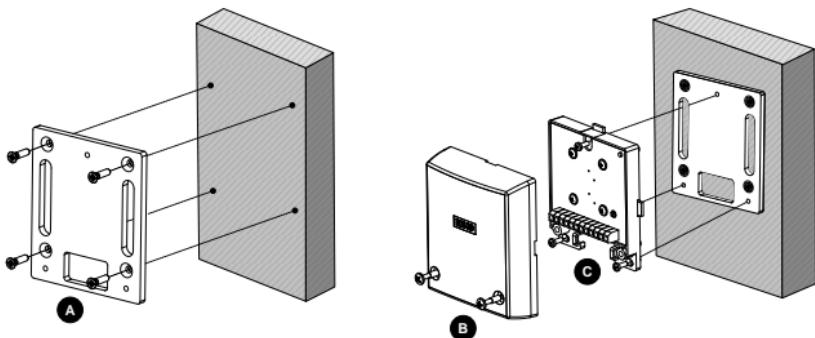

图 2: 使用安装底板固定探测器
使用配送底板安装(如图 2):
v. 使用附带的固定螺丝安装探测器, 如图 2(C)。
ix. 使用配送的固定螺丝将探测器固定, 如图 2(C)。